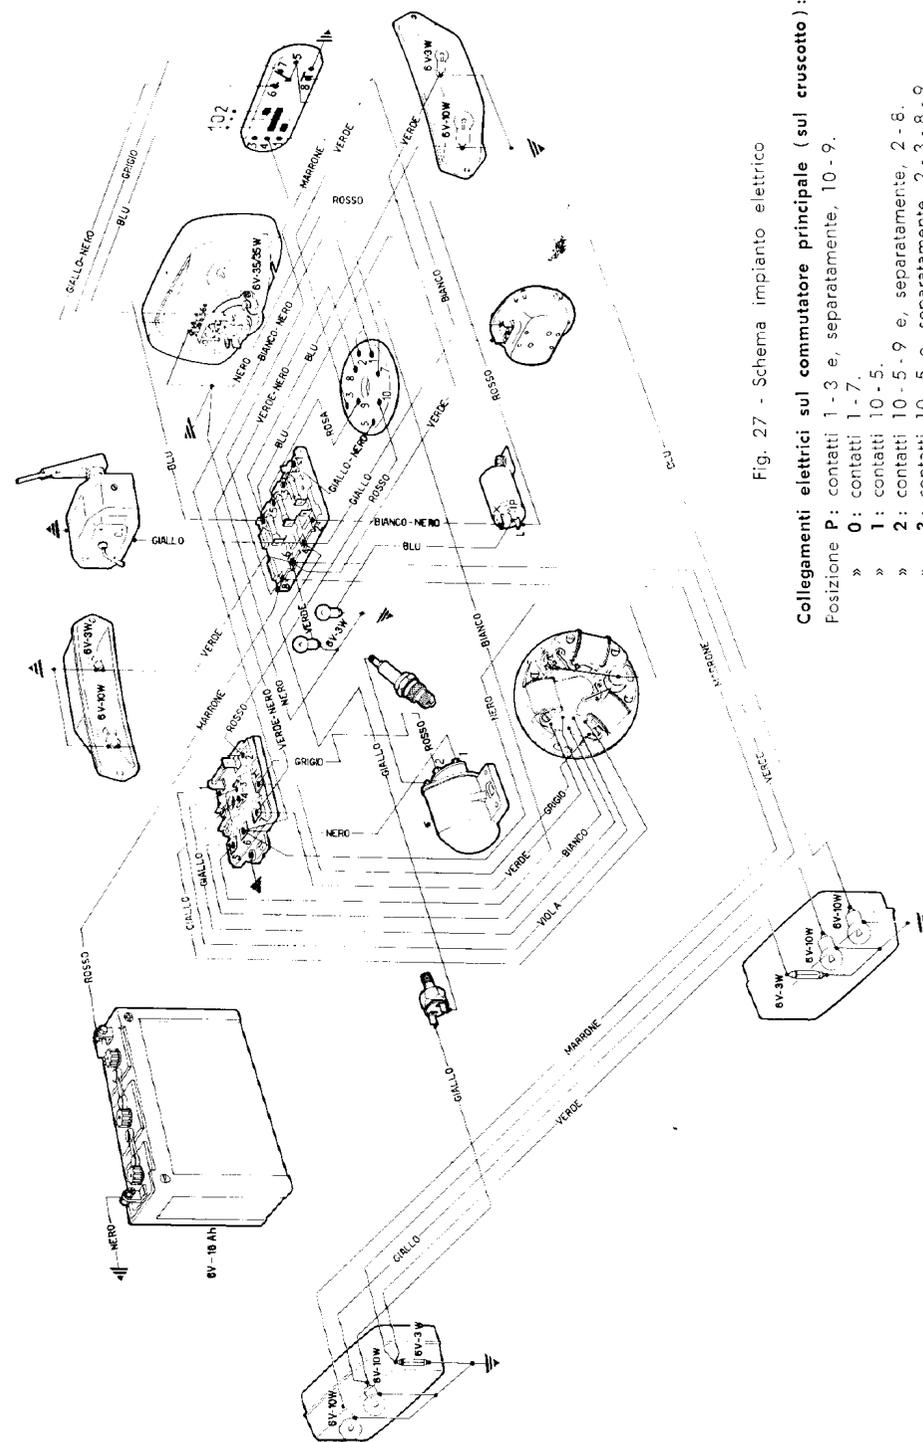
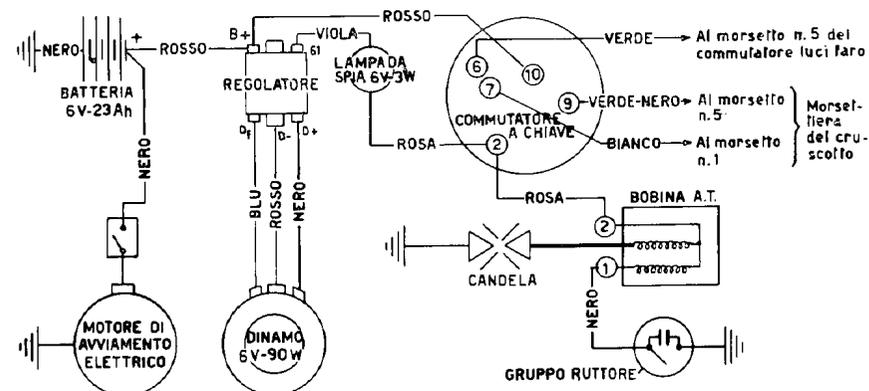

Fig. 27 - Schema impianto elettrico
Fig. 29 - Variante ai collegamenti elettrici per i veicoli con avviamento elettrico
Avvertenza: **Se si brucia il fusibile posto sulla basetta del gruppo raddrizzatori (ved. fig. 27) la batteria non viene più caricata.**
L'energia elettrica per i dispositivi dell'impianto d'illuminazione e segnalazione è fornita in c.a. e in c.c. come segue: (fig. 27).
N. B. - I collegamenti dei gruppi dinamo - regolatore - batteria - motore di avviamento - commutatore principale a chiave - gruppo bobina di accensione e ruttore (gruppi che sostituiscono i corrispondenti dell'impianto normale: volano magnetico - diodi raddrizzatori - batteria - bobina di accensione e commutatore principale a chiave) sono riportati nella seguente fig. 29. Nell'impianto con avviamento elettrico rimangono invariati, rispetto all'impianto normale fig. 27, gli altri cavetti e collegamenti ed in particolare quelli agli apparecchi utilizzatori.